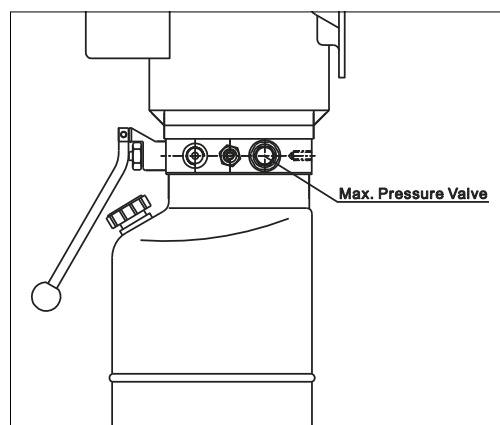

Fig. 13
- ◆ Maxtrycksventil (Fig. 13) i hydraulaggregatet löser vid överlast.